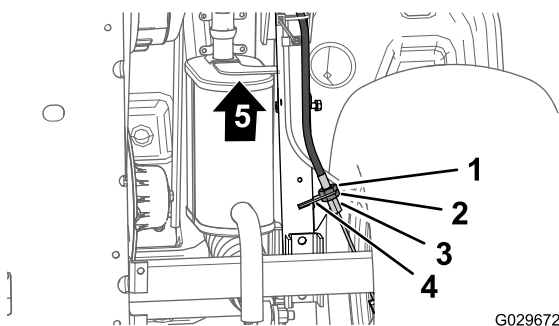

Figura 71
3. Sulla parte inferiore della macchina, allentate di 5 giri il controdado posteriore per il regolatore filettato del cavo del freno di stazionamento (Figura 71).
4. Serrate il controdado anteriore (Figura 71).
- A. Allentate di 1 giro il controdado anteriore (Figura 71) per il regolatore filettato del cavo del freno di stazionamento.
- B. Serrate il controdado posteriore (Figura 71).
- A. Allentate di 1 giro il controdado posteriore (Figura 71) per il regolatore filettato del cavo del freno di stazionamento.
- B. Serrate il controdado anteriore (Figura 71).